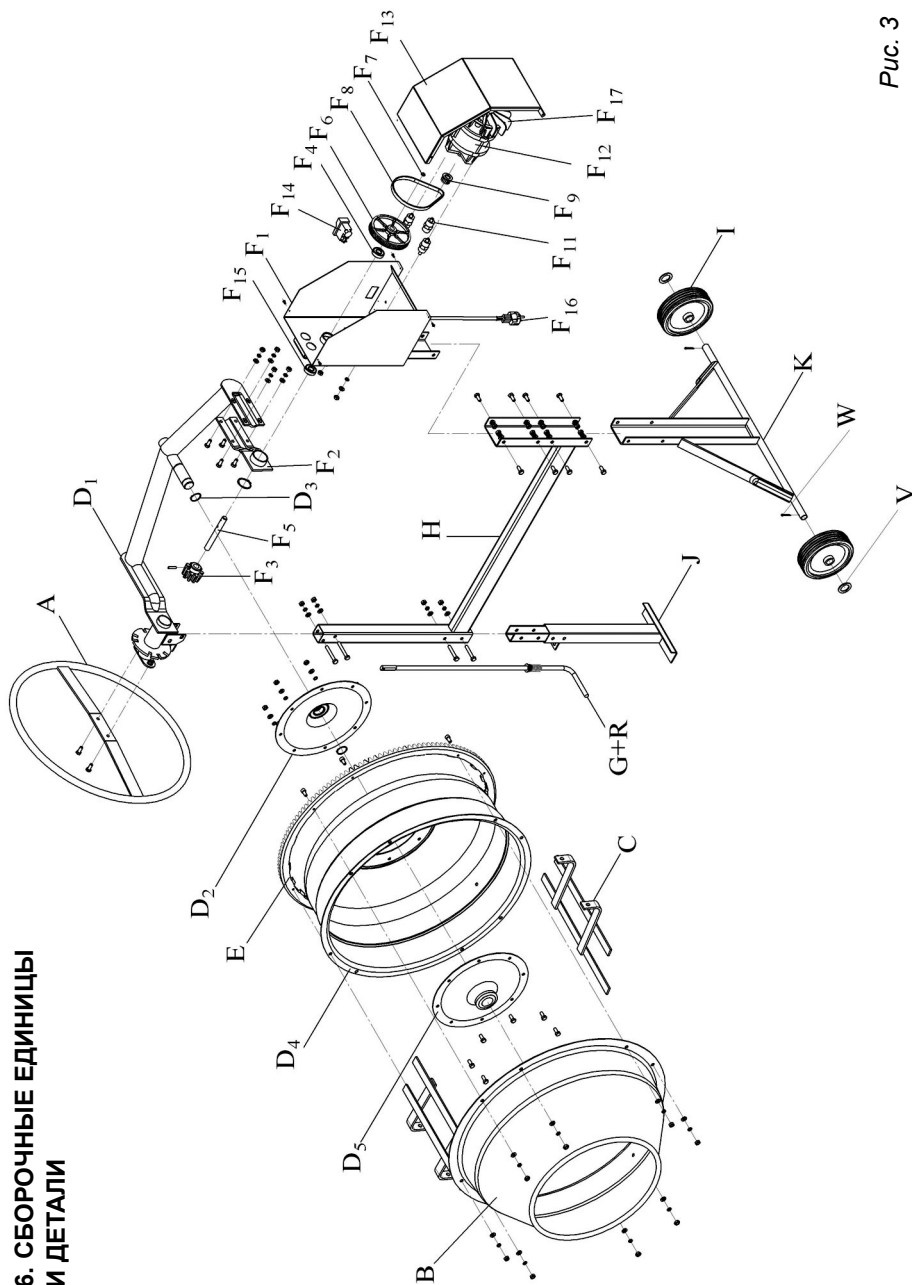

Рис. 3
4.1 Основные составные части бетоносмесителя показаны в схеме «Сборочные единицы и детали» (рис. 3). Наименования и обозначения составных частей бетоносмесителя приведены в таблице 2.
4.3.2. Выставление зазора между конической шестерней и секторами производить следующим образом: ослабить 4 болта крепления опоры скобы F2 (см. рис. 3) и ввести полоску картона толщиной 2,5–3 мм между зубьями сектора и конической шестерни, затем болты вновь затянуть.